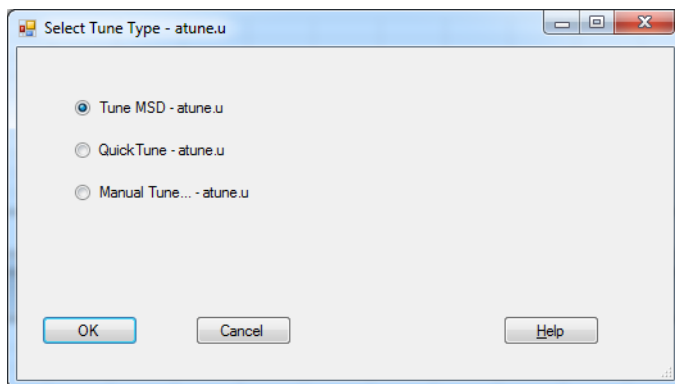

Figure 40 Sélectionner la boîte de dialogue du type de réglage
- 4 Cliquer sur l'icône **MS Tune** (Réglage du spectromètre de masse) pour afficher la boîte de dialogue **Select Tune Type** (Sélectionner le type de réglage). (Voir **Figure 40**.)